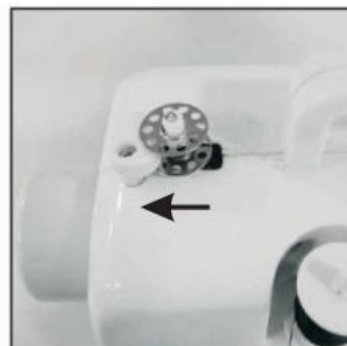

Fig.13
3. Postavite spodnjo špulico na pin navijalca in nit večkrat navijajte v smeri urinega kazalca (Fig. 13)